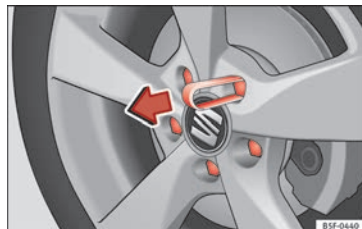

Bild 63 Hjul: hjulbultar med lock
- Sätt plastclipset (fordonsverktygen) över locket tills det klickar fast » » **bild 63**.